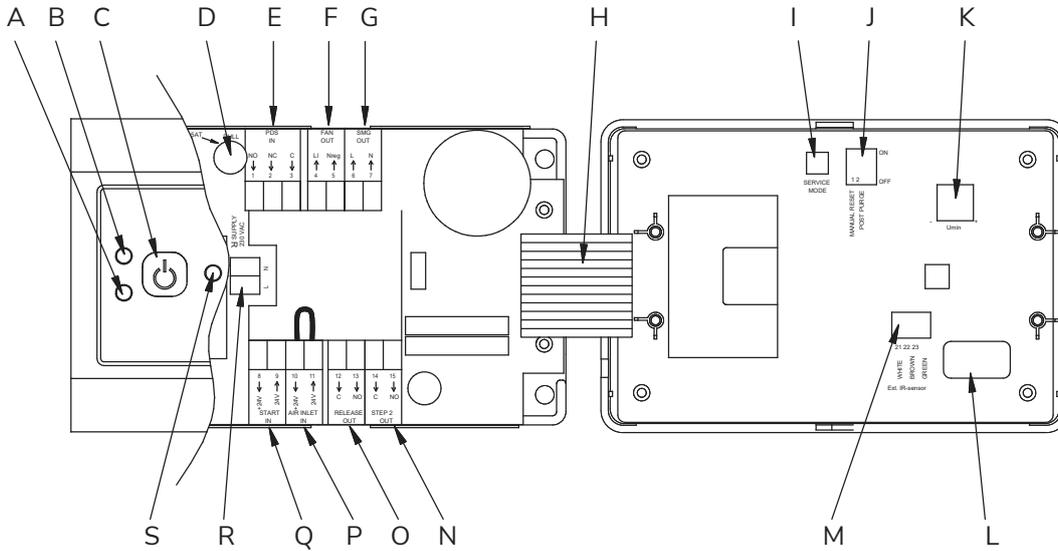

Abb. 1
Prüfen Sie vor der Inbetriebnahme die werkseitige DIP-Schaltereinstellung (Abb. 1-J)
- Drücken Sie die EIN/AUS-Taste (Abb. 1-C).
- Drücken Sie die Service-Modus-Taste (Abb. 1-I) auf der Rückseite der Abdeckung.
- Die Alarm-LED (Abb. 1-A) blinkt ROT und die Betriebs-LED (Abb. 1-B) blinkt je nach Position des Druckschalters – siehe Tabelle unten.
- Das Potentiometer (Abb. 1-K) wird durch Drehen im Uhrzeigersinn auf Maximum eingestellt.
- Danach im Uhrzeigersinn langsam drehen bis dieser schaltet (Klicken hörbar) oder bis die Betriebs-LED (Abb. 1-B) von GRÜN auf ROT wechselt.
- Ein-/Aus-Taste (Abb. 1-C) drücken, Service-Modus ist nun deaktiviert.